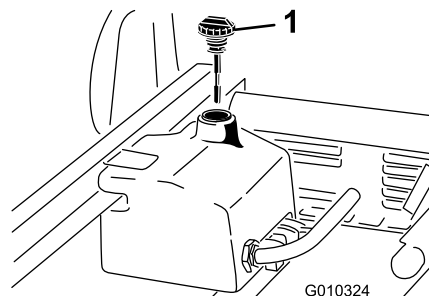

Figura 20
1. Limpe a zona em redor do tubo de enchimento e da tampa do depósito hidráulico (Figura 20).
3. Retire a vareta (Figura 20) do tubo de enchimento e limpe-a com um pano limpo.